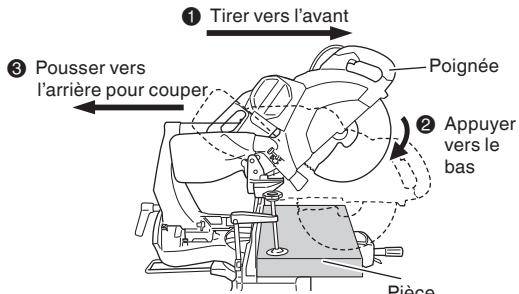

Fig. 27
(1) Pièces d'une hauteur allant jusqu'à 4-3/16" (107 mm) et d'une largeur allant jusqu'à 12-1/4" (312 mm): Desserrer le bouton (A) de fixation de glissière et incliner la lame vers l'avant (Voir Fig. 2). Puis, appuyer sur la poignée et ramener la lame vers l'arrière pour couper la pièce comme indiqué à la Fig. 27. Cela facilitera la coupe des pièces d'une hauteur allant jusqu'à 4-3/16" (107 mm) et d'une largeur allant jusqu'à 12-1/4" (312 mm).
(2) Pièces d'une hauteur allant jusqu'à 4-11/16" (120 mm) et d'une largeur allant jusqu'à 10-3/16" (260 mm): Les pièces d'une hauteur allant jusqu'à 4-11/16" (120 mm) et d'une largeur allant jusqu'à 10-3/16" (260 mm) se coupent de la même façon que décrit au paragraphe 6 - (1) ci-dessus.
⚠ AVERTISSEMENT: * Lors d'une coupe avec chariot, procéder comme indiqué à la Fig. 27.